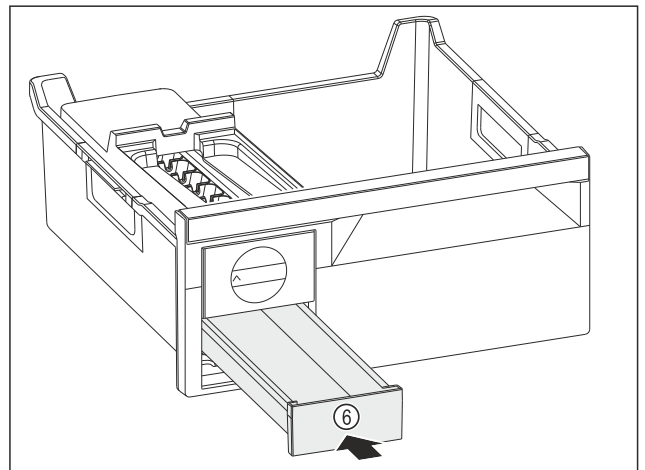

Fig. 96
- ▶ Zasuňte zásuvku na kocky ľadu Fig. 96 (6).